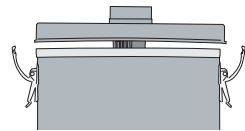

figure 9 | figura 9
- 3. Unlatch the two clips and remove lid (figure 9).**
Défaire les deux attaches et retirer le couvercle de l'appareil (figure 9).